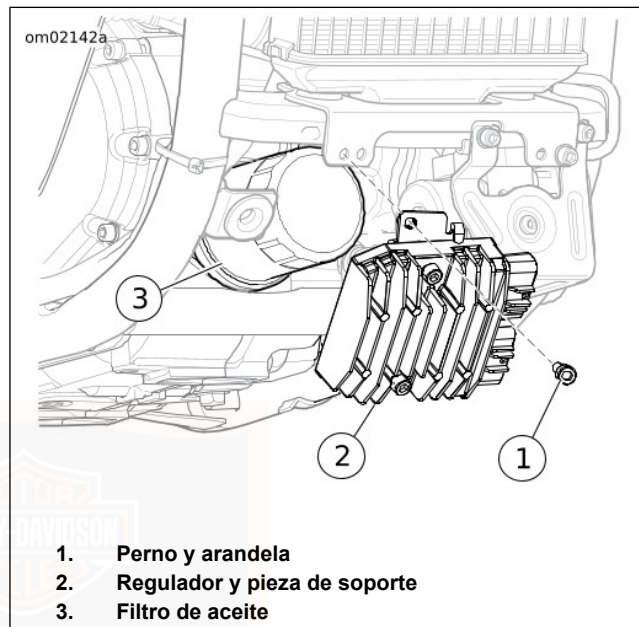

Figura 29. Filtro de aceite de motor y regulador
6. Vea Figura 29. Quita el perno del regulador y la arandela (1). Asegura el regulador según sea necesario.
7. Retira el filtro de aceite (3) con.